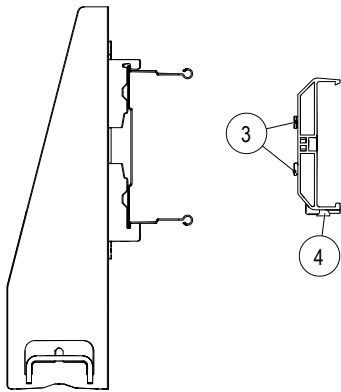

Abb. 53: Arretierungszapfen (4) und Zapfen (3) des Schienenhalters 0812
- Die Abstände der Schienenhalter sind wie in Abb. 53 gewählt